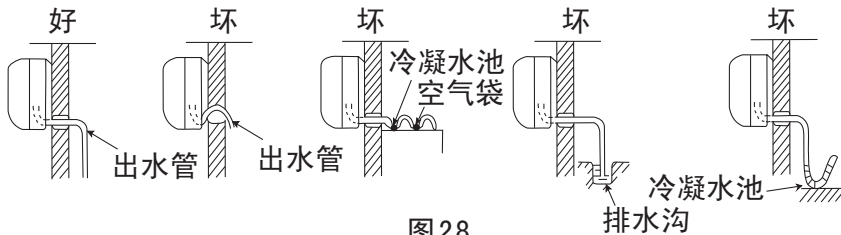

图28
- 1 用附件 ⑬ 出水管与室内机组的出水管连接起来。
- 2 如要使冷凝水流得舒畅，出水管应倾斜少许，如图28所示。